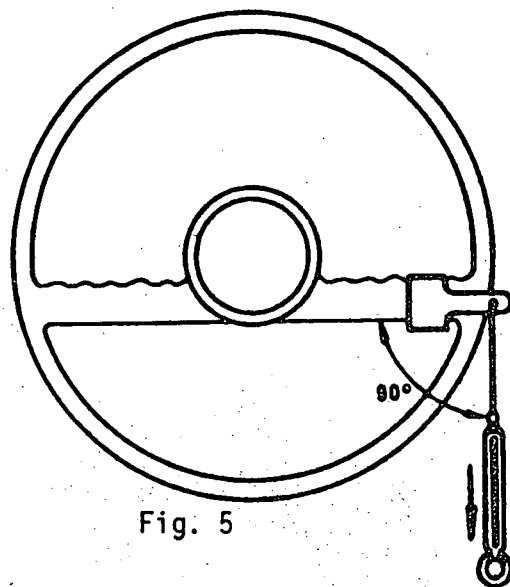

Fig. 5
- a tensão com que se põe em movimento o volante da direção, permitindo verificar a pré-carga dos rolamentos da árvore do sem-fim (fig. 5);